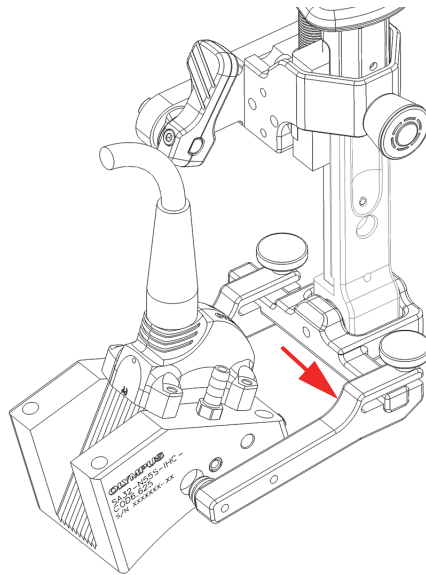

Figura 2-13 Scorrimento del braccio della staffa verso l'estremità della traversa rotante della staffa
1. Svitare la vite prigioniera del braccio della staffa e in seguito fare scorrere uno dei bracci della staffa verso l'estremità della traversa rotante della staffa. La vite e il braccio devono rimanere collegati al supporto della sonda (Figura 2-13 a pagina 50).